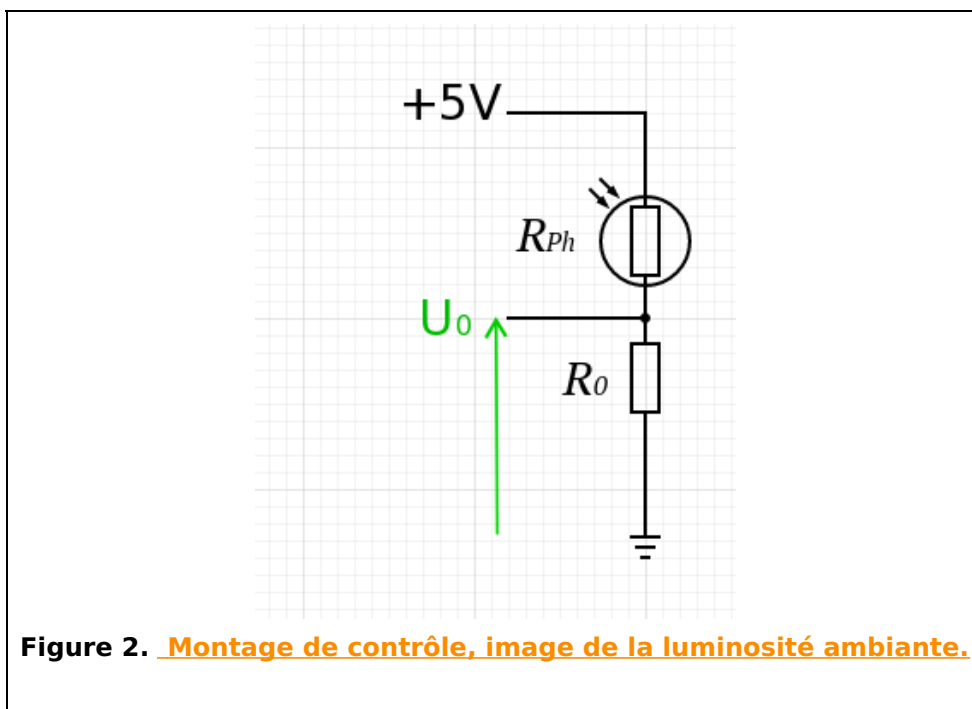

Figure 2. Montage de contrôle, image de la luminosité ambiante.
Nous réalisons le montage de contrôle à l'aide d'une résistance R_0 de 3,2 k Ω , figure 2.
- Nous appelons `PinMesTension` la variable qui stockera le nom de la *pin* A_0 du contrôleur, sur laquelle on appliquera la tension U_0 (figures 2 et 3).